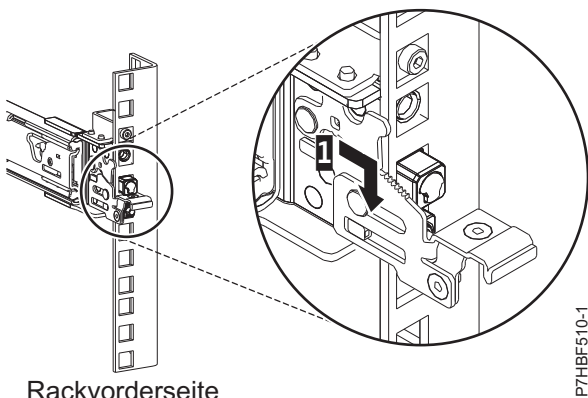

Abbildung 22. An der vorderen Schiene des Racks befestigte Stifte
6. Ziehen Sie die Schiene nach vorne und setzen an der Vorderseite der Schiene drei Stifte in die zuvor markierten Bohrungen in der ausgewählten EIA-Einheit ein. Senken Sie die Schiene ab (1), damit der hakenförmige mittlere Stift einrastet. Einzelheiten finden Sie unter Abb. 22.